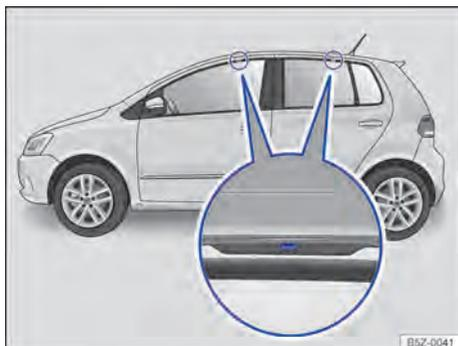

Fig. 126 Pontos de fixação dos suportes de base do bagageiro do teto (ambos os lados).
Os furos ou marcações dos pontos de fixação dos suportes de base ficam visíveis com a abertura das portas (dianteiras e traseiras) do veículo e encontram-se no lado nas vigas do teto → Fig. 126 (lupa). Os furos ou marcações para fixação atrás encontram-se no lado inferior das vigas do teto → Fig. 126 (lupa direita).
- Fixar os suportes de base somente nas marcações indicadas na figura → Fig. 126.